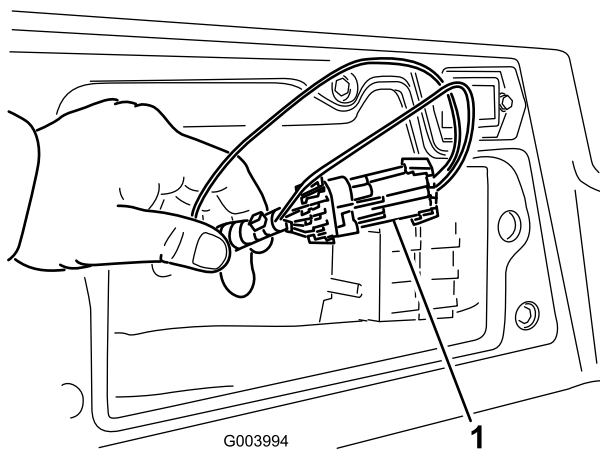

Figura 50
3. Localice el arnés de cables y los conectores, que están situados cerca del controlador (Figura 50).